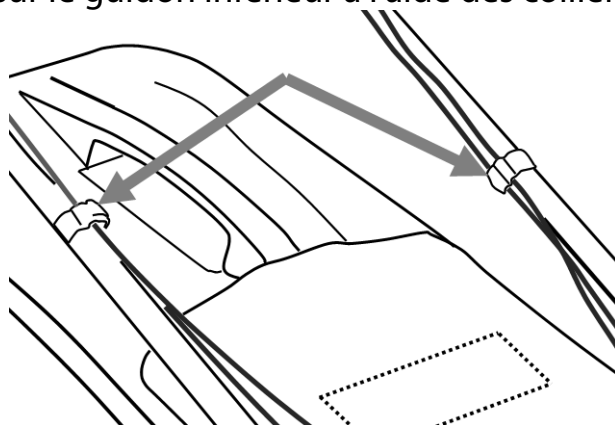

Fig.3
- ♦ Fixez les câbles sur le guidon inférieur à l'aide des colliers (Fig.3).